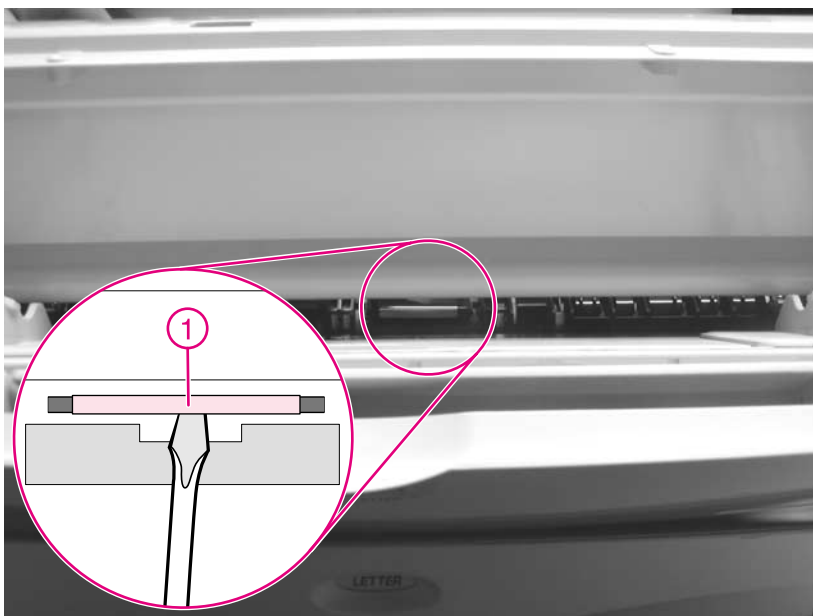
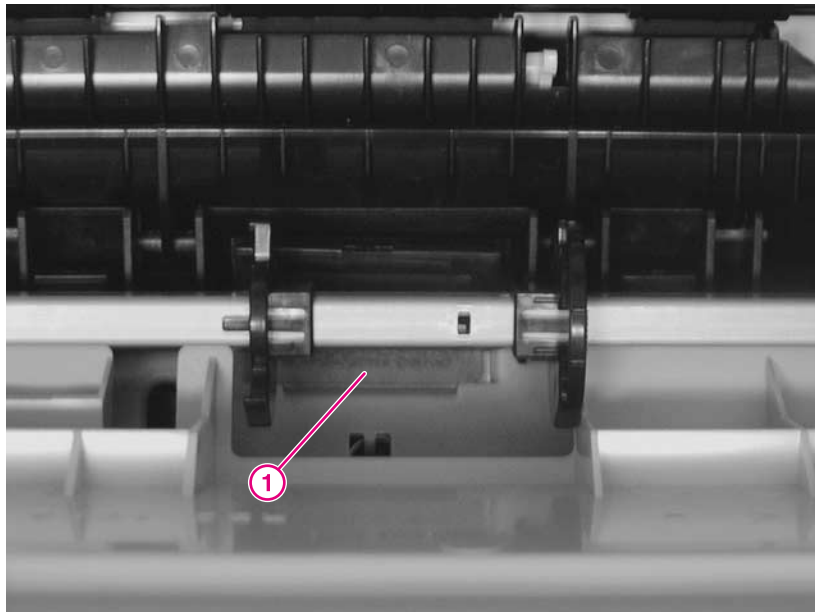

Figure 7
Figure 8
- 2 Repérez le tampon de séparation du bac 1 sur la figure 7 (détail 1) et la figure 8 (détail 1).
- 3 Utilisez un petit tournevis droit pour soulever du support le tampon de séparation du bac 1 (figure 7, détail 1).
- 4 Retirez le tampon de séparation de l'intérieur de l'imprimante (figure 8, détail 1).